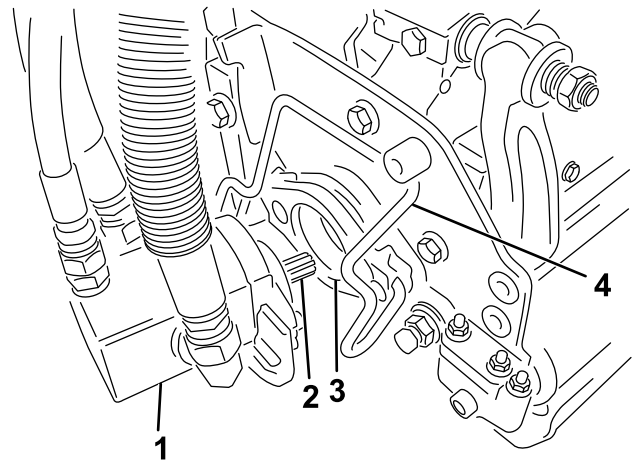

Figura 13
7. Cubra el eje acanalado del motor de la unidad de corte con grasa limpia (Figura 13).
8. Introduzca el motor en el lado izquierdo de la unidad de corte (visto desde el puesto del operador) y tire de la barra de retención del motor (en la unidad de corte) hacia el motor hasta que oiga un “clic” en ambos lados del motor (Figura 13).